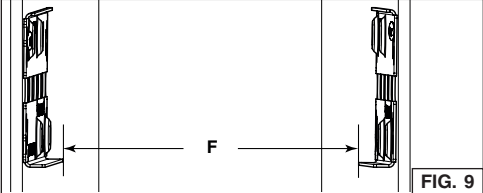

FIG. 9
7. Medir la distancia entre ambos bordes inferiores de los soportes (F) (FIG. 9). La tabla siguiente indica la distancia adecuada.